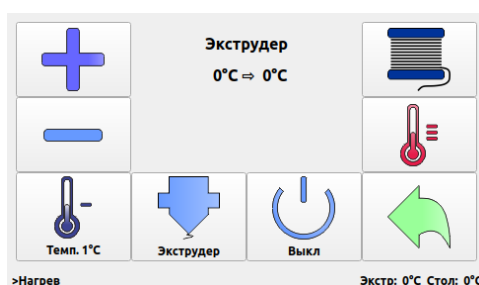
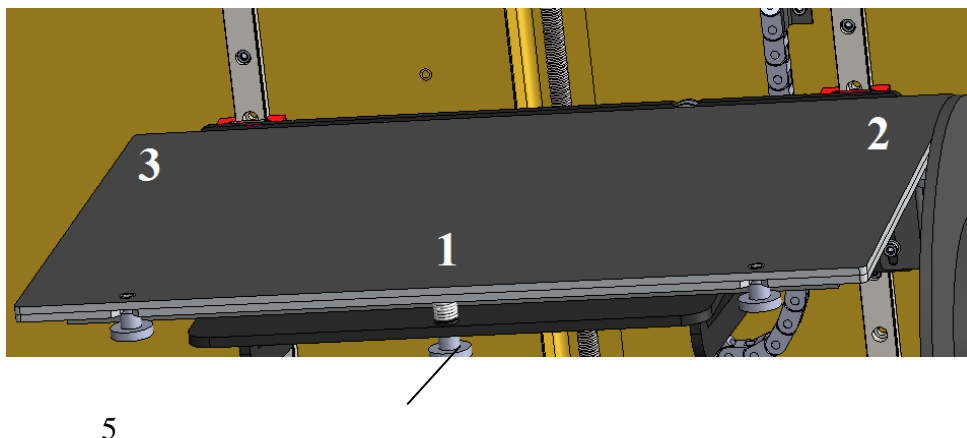

Рисунок 9.4 – Меню нагрева
Рисунок 9.6 – Схема калибровки стола
Калибровка стола необходима для обеспечения параллельности осей X и Y с плоскостью стола. Для обеспечения регулировки необходимо предварительно завернуть регулировочные винты 5 (рисунок 9.6) до упора. Перейти в меню нагрева (рисунок 9.4) и установить температуру нагрева экструдера 210 °С.
- 1) поместить экструдер в точку 1 в соответствии рисунок 9.6;